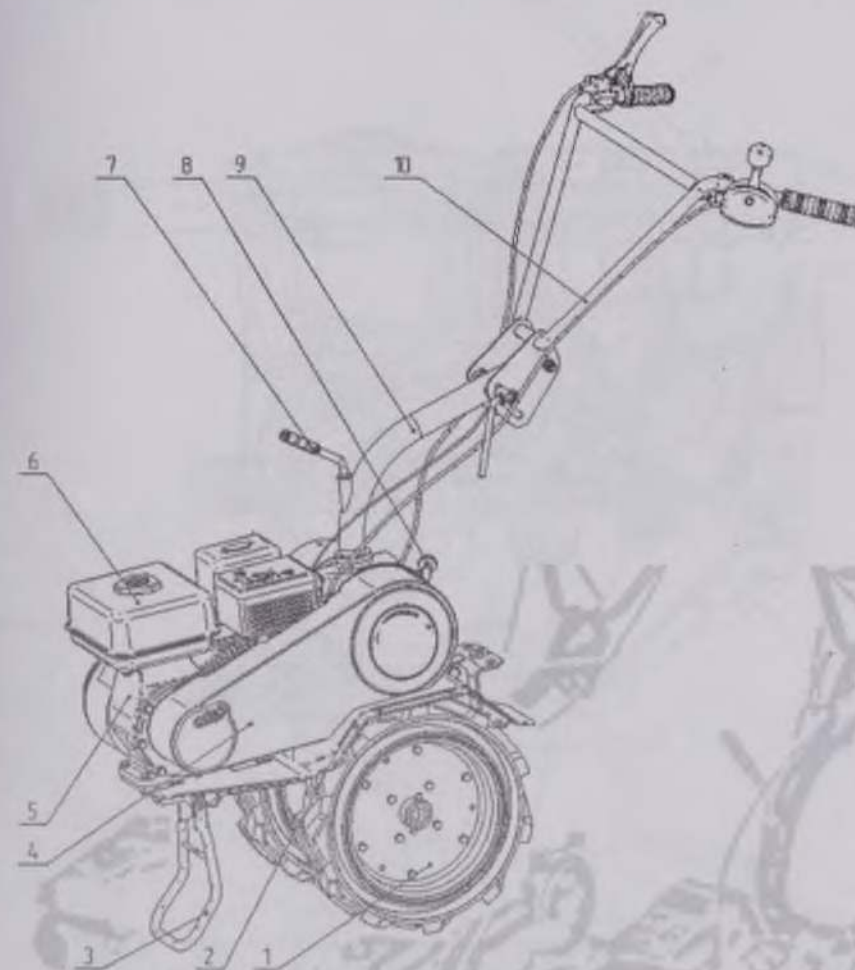
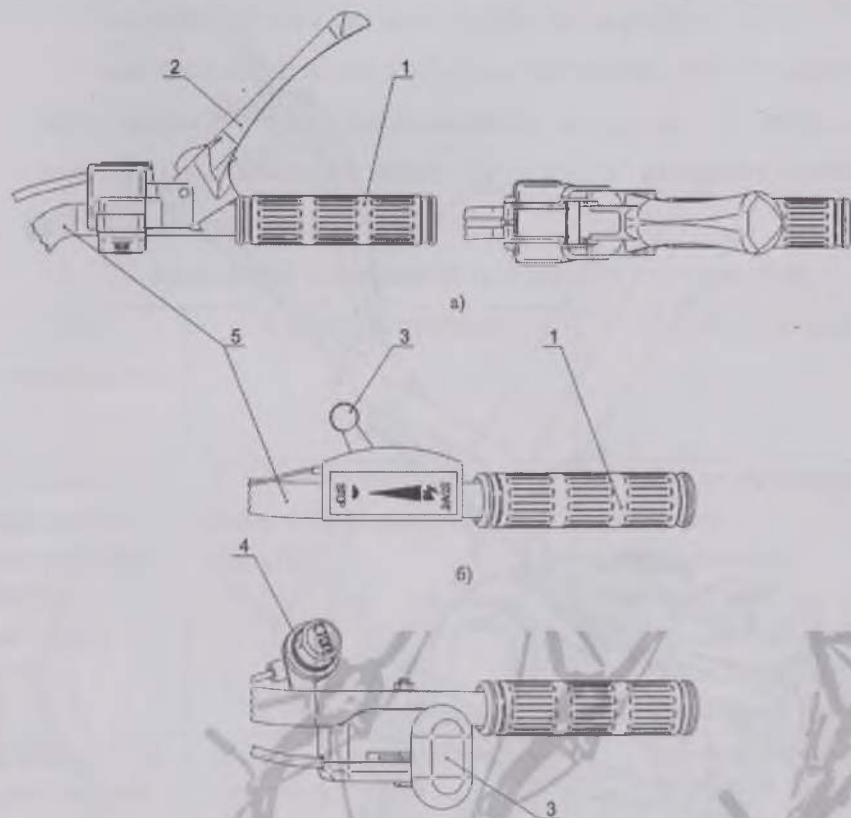

Рис.1 Устройство мотоблока
Рис. 2 Органы управления мотоблоком
- снимите защитный кожух клиноременной передачи 4 рис. 1;
- установите стойку руля 9 (рис. 1) на верхнюю часть редуктора мотоблока и ручкой стойки руля 7 закрепите стойку на редукторе;
двигателе рычаг переключения передач должен быть в положении «Н» (нейтраль) рис.5. Перед началом движения рукоятку-опору 3 рис.1 перевести в горизонтальное положение.
При запуске мотоблока рычаг сцепления 2 (рис.2а) на правой рукоятке находится в положении «Выключено» (рычаг отжат). Рычаг управления дроссельной заслонкой 3 (рис. 2б, 2в) на левой рукоятке, установите в положение «Start». Рычаг воздушной заслонки карбюратора (находящийся на двигателе) установите в положение «Перекрыть». Убедитесь, что рычаг переключения передач 8 (рис.1) в нейтральном положении («Н» на этикетке положений рычага переключения передач). Произведите пуск двигателя, как указано в «Руководстве по эксплуатации двигателя».
Примечание: Мотоблок выпускается с двумя вариантами рычага управления дроссельной заслонкой (рис.2б и 2в) в зависимости от типа применяемого двигателя.
Оставляя рычаг сцепления 2 (рис. 2а) в положении «Выключено», переместите рычаг управления передач 8 (рис. 1) в
положение «I» (1-я скорость), переместите рычаг управления дроссельной заслонкой двигателя 3 (рис. 2б) на левой рукоятке мотоблока по часовой стрелке (на увеличение частоты вращения двигателя). Плавно переместите рычаг сцепления из положения «Выключено» в положение «Включено». Колеса начнут вращаться.
По окончании работы мотоблока выключите сцепление, уменьшите частоту вращения двигателя, переведите рычаг переключения передач в положение «Н» (нейтраль), переведите двигатель на режим «Холостой ход», проработайте на холостом ходу 2...3 мин и остановите двигатель, нажав на кнопку «Stop» 4 (рис. 2в), находящуюся на левой рукоятке. Закройте топливный краник на топливной баке двигателя. Если в исполнении мотоблока кнопка «Stop» отсутствует, то необходимо довести рычаг управления дроссельной заслонкой 3 до положения «Stop» (рис. 2б).
Высота руля мотоблока устанавливается следующим образом: установите мотоблок в горизонтальное положение, ослабьте зажим 3 рис. 6, поднимите или опустите руль на требуемую высоту и затяните зажим. Для поворота руля необходимо отвернуть на несколько оборотов ручку стойки руля 7 рис. 1, повернуть на нужный угол стойку руля и завернуть ручку до упора.
- снимите защитный кожух 4 рис. 1 клиноременной передачи;
- включите сцепление, т.е. рычаг сцепления 2 рис. 2а, прижмите к рукоятке;